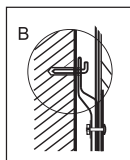

Рис. 5
2. Определите точки для отверстий под распорные болты с крючками (определяются в соответствии со спецификацией прибора, который вы выбрали). Просверлите в стене два отверстия соответствующей глубины с использованием сверла, подходящего по размеру под распорные болты, прилагаемые к водонагревателю, вставьте винты, поверните крюк вверх, плотно затяните гайки и затем повесьте электрический водонагреватель на эти крючки (см. Рис. 5).